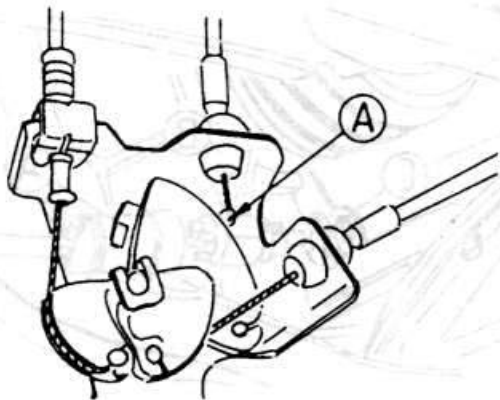

Рис. 3.51
- ◆ Отсоедините трос от кронштейна (рис. 3.51).